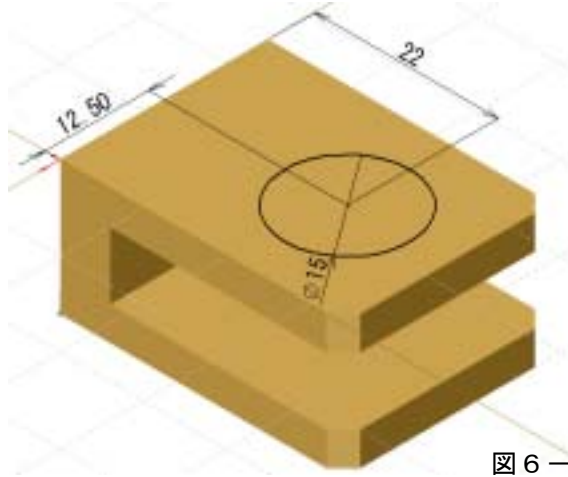

図6-21
- ①モデル上面を選択し、スケッチアイコンを選択する。
- ②円コマンドで適当な位置に円を描く。
- ③寸法拘束を追加して、図6-21のように寸法値を入れる。